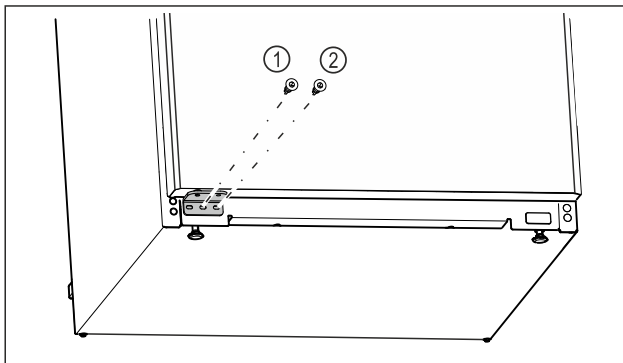

Fig. 26
- ▶ Utáhněte prostřední šroub stojanu ložiska Fig. 26 (1) šroubovákem Torx 20.
- ▶ Utáhněte vnitřní šroub stojanu ložiska Fig. 26 (2) šroubovákem Torx 20.